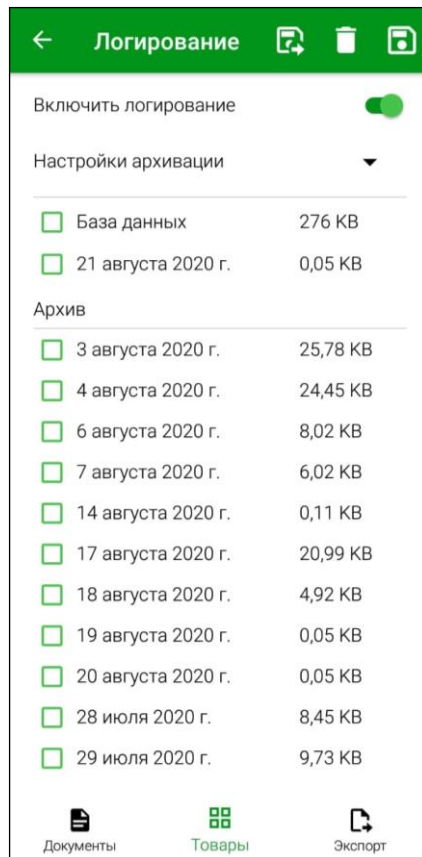
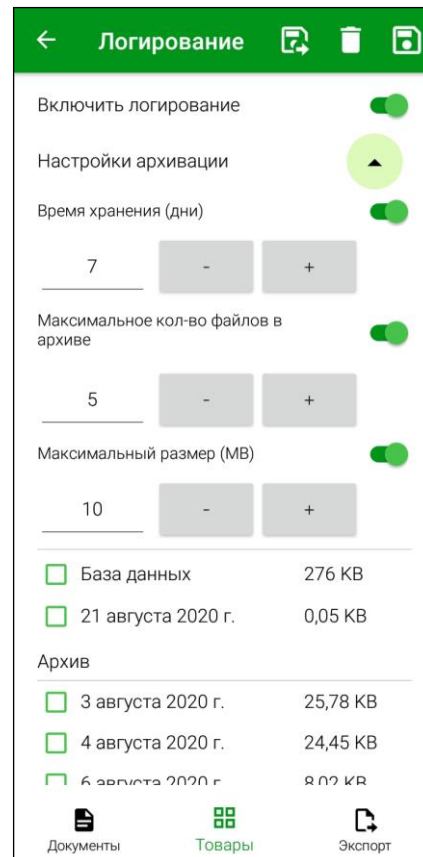

Рис. 48
Рис. 49
В окне настроек «*Логирование*» можно включить логирование, увидеть все файлы с логами, файл базы данных, а так же настроить архивацию логов (см. Рис. 48, Рис. 49).
Для формирования логов необходимо включить переключатель «Включить логирование» (см. Рис. 48).
Для настройки архивации логов нажмите на кнопку  (см. Рис. 48). Откроется окно, в котором можно включить настройки архивации с помощью переключателей.
**Максимальный размер (МВ)** – в этом поле устанавливается максимальный размер файла логов. При превышении заданного размера первый файл сохраняется в архив и создается новый за эту же дату с порядковым номером в скобках в названии (см. Рис. 48).
Задать необходимое количество в каждой настройке можно с помощью кнопок  и  (см. Рис. 49).